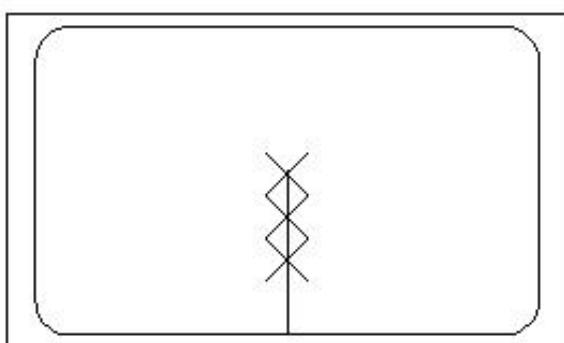
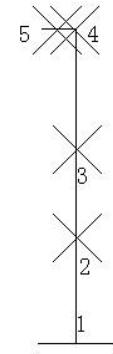

图 3-23 绘制辅助线和辅助点
图 3-24 放大效果
4、选择【格式】/【点样式】命令，弹出【点样式】对话框，选择点样式，单击【确定】按钮。单击【点】按钮，分别在点 2、点 3、点 4 和点 5 处插入点，效果如图 3-23 和图 3-24 所示。